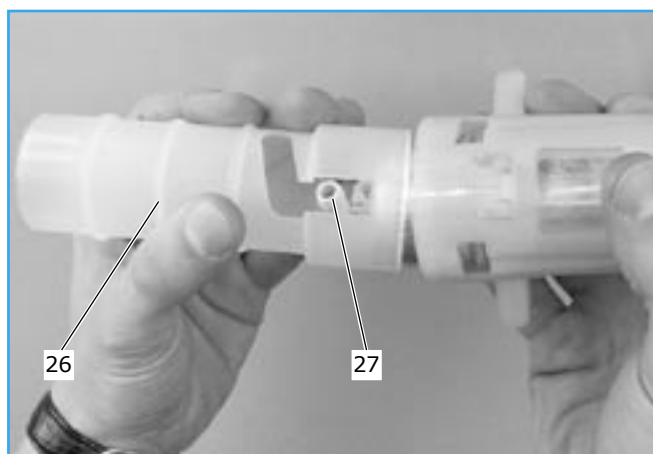

Fig. 8
- Posizionare la pompa nuova con il raccordo di mandata angolato (27) nella cavità dell'utensile (26) (No. Pierburg 4.00063.00.0). (vedi fig. 8.)